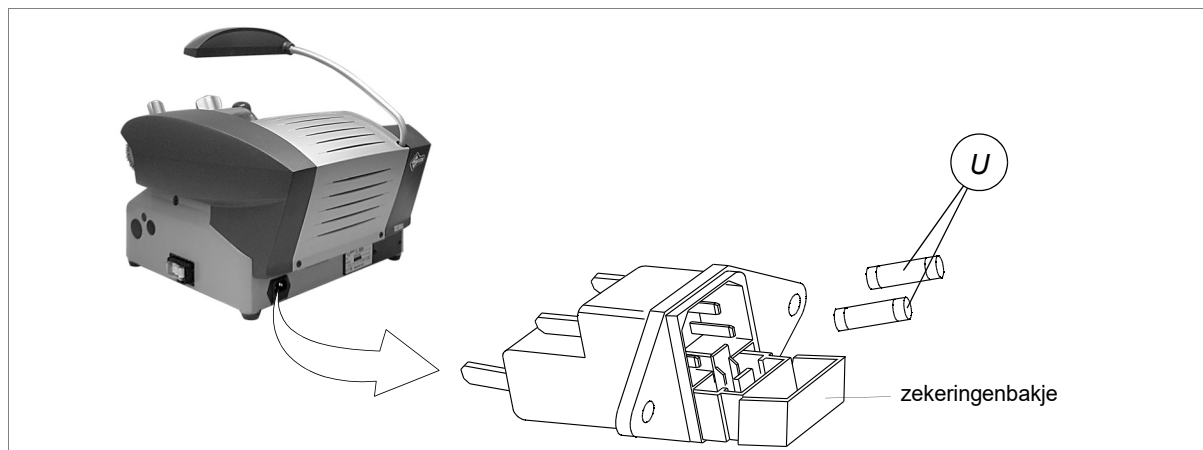

Fig. 30
- 3) Verwijder het zekeringenbakje gelegen onder het voedingscontact (fig.30).
- 4) Vervang de zekeringen (U).